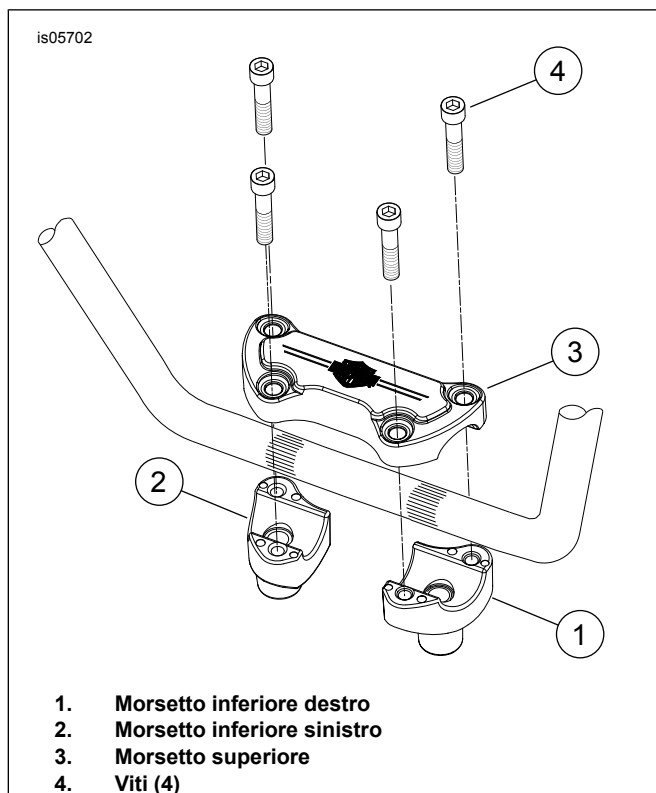
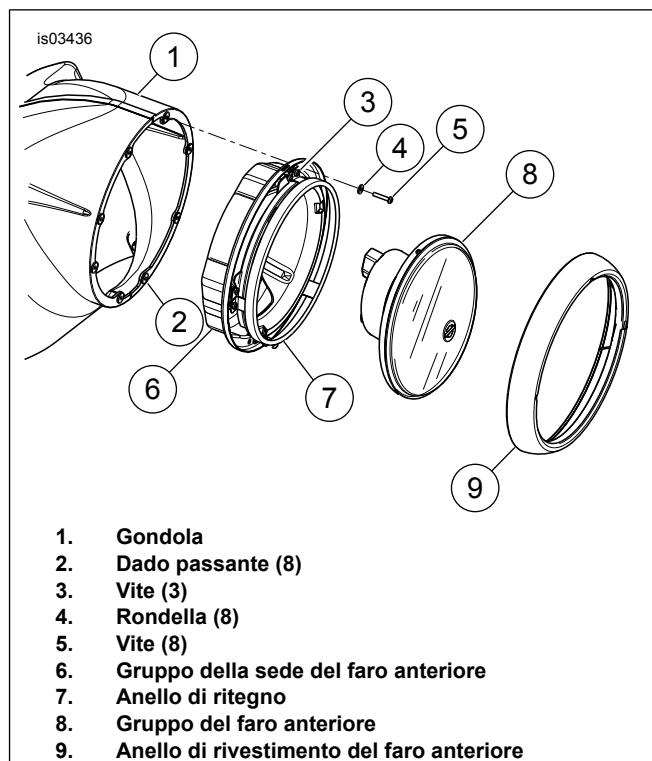
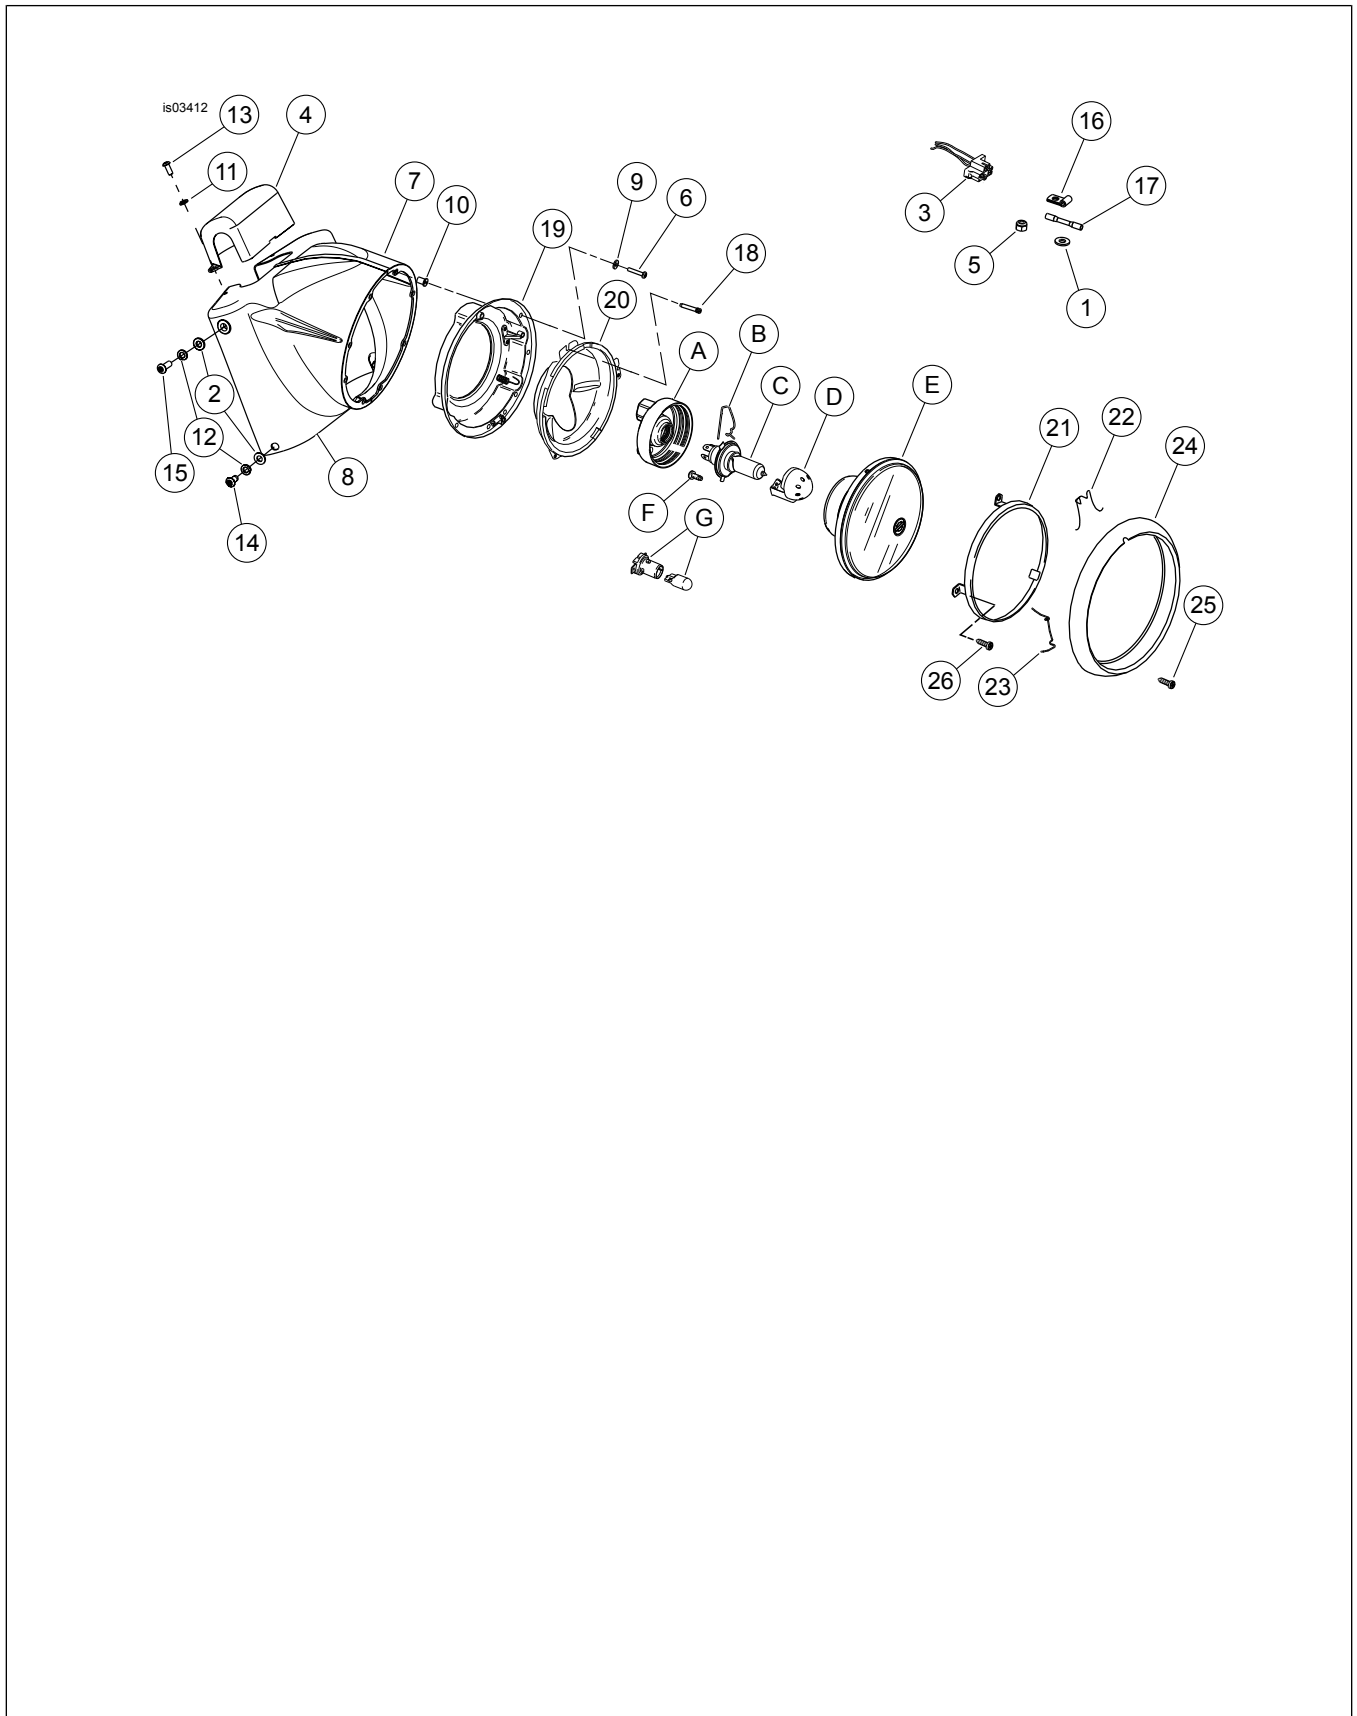

Figura 4. Orientamento del montante – FLSTC
Figura 6. Installazione del faro anteriore
Figura 10. Parti di ricambio dei kit gondole dei fari anteriori Freight Train cromate o color nero lucido
- Vedere Figura 4. Installare in modo lasco i nuovi montanti (N° kit 46809-09), orientati come mostrato, sulla piastra superiore dello sterzo usando le viti, le rondelle e le rondelle di sicurezza di serie. Installare il cavo di massa e la rondella di sicurezza, a denti interni sulla vite destra del montante.
- Installare i cappucci del montante (3) sui montanti (1 e 2) sopra il manubrio usando le quattro viti (4) incluse nel kit.
12. Vedere Figura 10. Inserire i dadi passanti (10) nei fori nelle semigondole. Installare la gondola destra (7) procedendo come segue:
- Fissare in modo lasco il foro inferiore della gondola alla piastra della forcella con una vite da 5/8 di pollice (14), la rondella di sicurezza (12) e la rondella piatta (2) sulla parte esterna e su quella interna della gondola. Collocando una rondella piatta su ogni lato della gondola, la gondola andrà a filo con i coperchi del fodero della forcella.
- Fissare il foro superiore della gondola con una vite da 7/8 di pollice (15), la rondella di sicurezza (12) e la rondella piatta (2) sulla parte esterna della gondola. La vite non deve andare in battuta nel foro. Non serrare le viti in questo momento.
14. Vedere Figura 10. Fissare la tubazione dei freni sul dietro della gondola destra usando i due appositi morsetti (16) contenuti nel kit. Fissare i morsetti alla gondola destra usando le viti originali a testa bombata da 5/8 di pollice, le rondelle piatte da 1/4 di pollice (1) ed i dadi bloccanti (5) (la rondella si colloca sotto il dado).
15. Vedere Figura 6. Montare nella sede del faro anteriore (6) il gruppo del faro anteriore precedentemente rimosso (8) usando il nuovo anello di ritegno (7) e tre viti (3).
17. Installare il faro anteriore e relativo guscio nella gondola usando otto rondelle (4) e viti (5) del kit.
18. Vedere Figura 10. Collocare al suo posto il coperchio del manubrio (4) e fissarlo con le viti da 5/8 di pollice (13) e le rondelle di sicurezza (11).